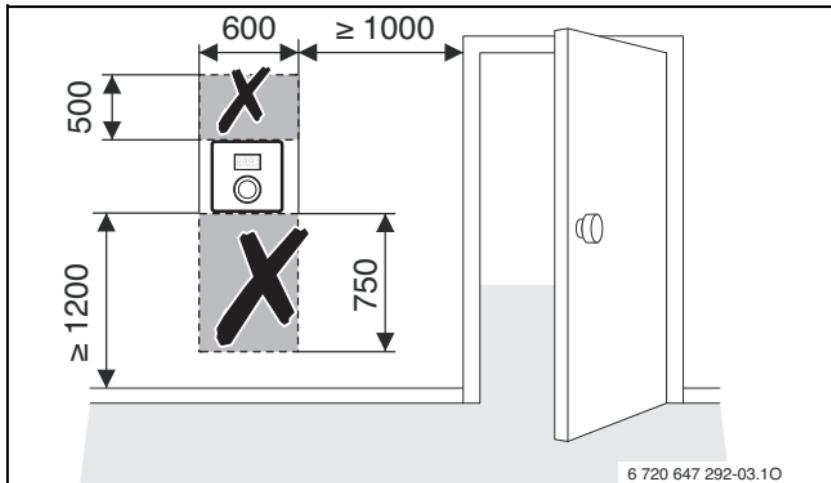

Fig. 1
- Välj en lämplig monteringsplats på väggen (→ bild 1, sidan 58).